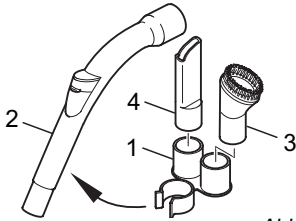

Abb. 5
5. Stecken Sie die Zubehörhalterung (Abb. 5/1) auf den Handgriff (Abb. 5/2). Schieben Sie dann Möbelbürste (Abb. 5/3) und Fugendüse (Abb. 5/4) auf die Aufnahmeverrichtungen.
■ Als **Zubehör** sind die Fugendüse und die Polsterdüse im Lieferumfang enthalten. Sie können bei Nichtgebrauch an der Zubehörhalterung befestigt werden (Abb. 5).